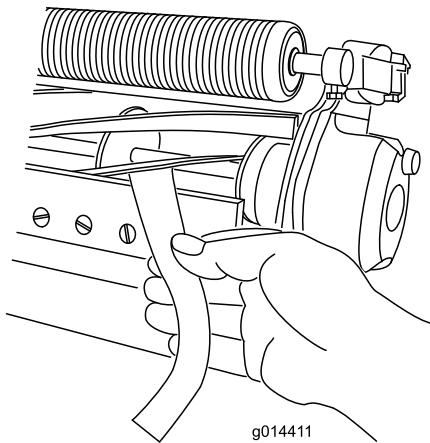

Рисунок 10
B. Вставьте длинную полоску специальной бумаги Того (№ 125-5610 по каталогу Того) между барабаном и неподвижным ножом перпендикулярно неподвижному ножу, (Рисунок 10), затем **медленно** вращайте барабан вперед; при этом бумага будет разрезаться; в противном случае повторяйте пункты A и B до тех пор, пока не начнется разрезание бумаги.
11. Вставьте длинную полоску специальной бумаги Toro (№ 125-5610 по каталогу Toro) между барабаном и неподвижным ножом перпендикулярно неподвижному ножу (Рисунок 10), затем **медленно** вращайте барабан вперед; при этом бумага будет разрезаться; в противном случае поверните регулировочный винт неподвижного ножа по часовой стрелке на один щелчок и повторяйте действия, описанные в этом пункте, до тех пор, пока бумага не начнет разрезаться.